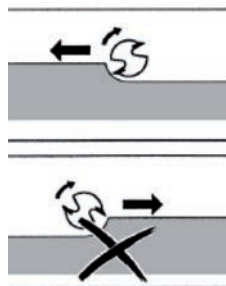

рис.8
- фрезерование всегда должно производиться против направления вращения рабочей фрезы (см. рис.8). Попутное направление фрезерования может стать причиной потери контроля над управлением фрезером - это опасно для жизни и здоровья оператора;